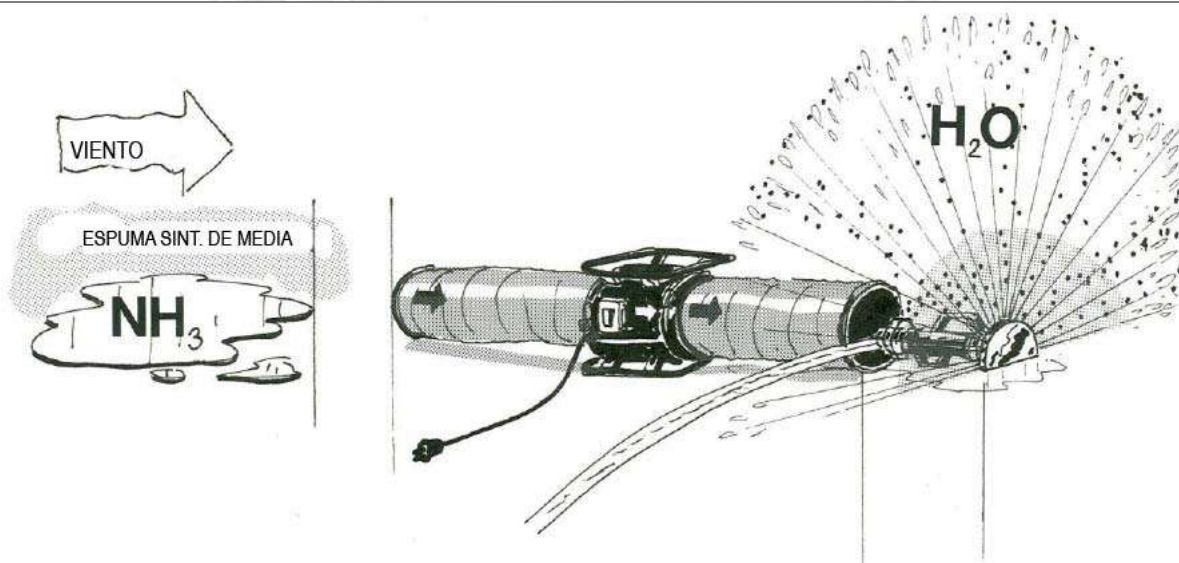

Figura 16:
- Lanza para generar cortinas de agua (ver figura 16).